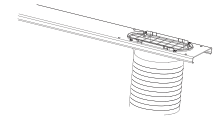

Рис. 5
- Подключите шланг-воздуховод к прибору (Рис. 5).